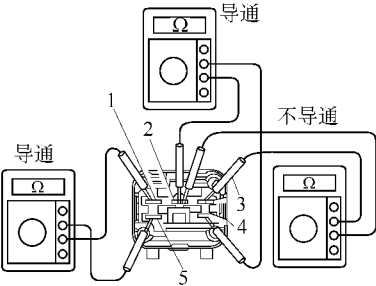

图 2-127 检查继电器的导通情况
(1) 检查继电器的导通情况。使用欧姆表检查端子 STA 和 E1 之间、端子 B 和 FC 之间是否导通，以及端子 B 和 FP 之间是否不导通，如图 2-127 所示。